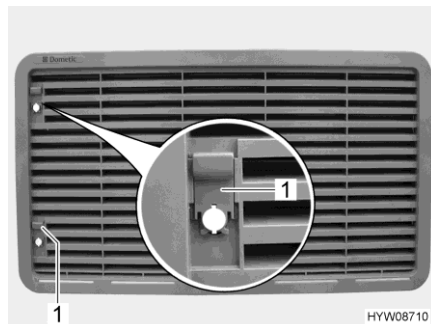

Fig. 170 Griglia di aerazione del frigorifero
- Spingere il cursore (Fig. 170,1) verso l'alto.